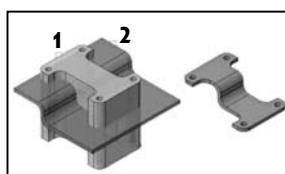

Рис. 5.9. Создание составного тела из общего объема
**Кнопка** . С помощью команды «Пересечение» можно построить сложное тело, занимающее объем, являющийся общим для нескольких пересекающихся тел. Команда «Пересечение» позволяет удалить неперекрывающиеся части и создать составное тело из общего объема (рис. 5.9—5.10). Если выбрана сеть, перед выполнением операции ее можно преобразовать в тело или поверхность.